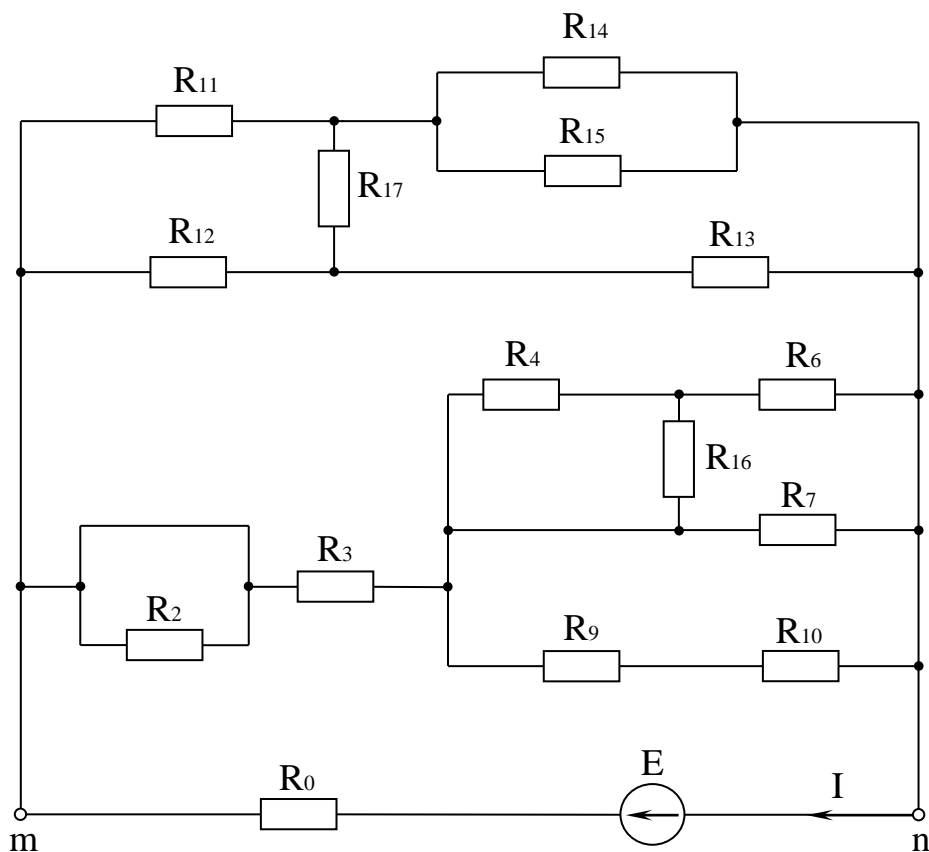

Рис. 1.2
*Заданы параметры электрической цепи рис. 1.1, в соответствии с которыми показана электрическая рабочая схема рис. 1.2:*